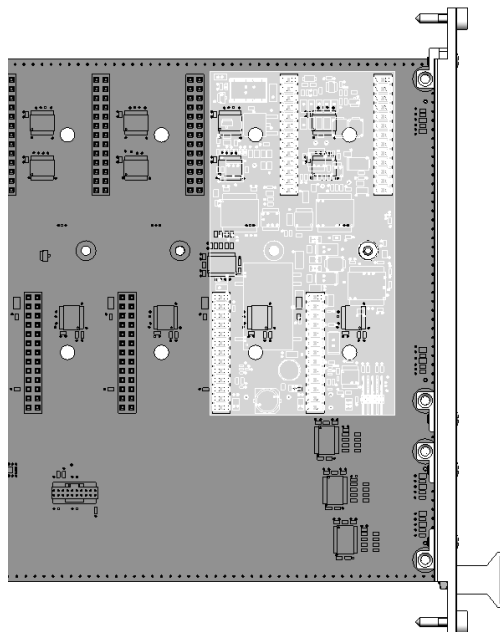

Abb. 2-6 Montiertes PB5338CURR.1-A Piggyback
Pro Piggyback müssen 4 Steckleisten verbunden werden (siehe Abb. 2-6).
3. Pro Piggyback müssen 4 Steckleisten verbunden werden (markiert in Abb. 2-6).